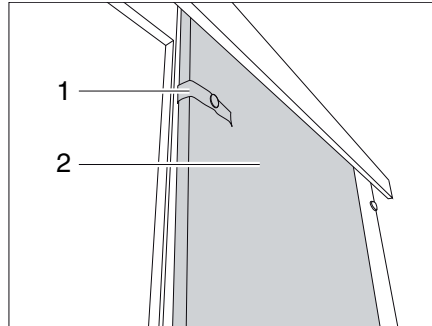

Bild 80 Skjutdörr
- Lossa säkringskedjan (Bild 80,1).
- Dra skjutdörren (Bild 80,2) till stängt läge.
- Dra skjutdörren (Bild 80,2) till öppet läge.
- Fäst skjutdörren med säkerhetsbandet (Bild 80,1).